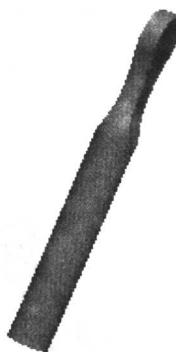

图 1.1.7
- (5) 完成特征截面后，单击工具栏中的完成图标 。
- (6) 在操控板中，选取双侧深度类型均为 。
- (7) 在操控板中，单击预览图标 ，可浏览所创建的切削特征。
- (8) 在操控板中，单击完成图标 ，则完成特征的创建。
Step5. 添加如图 1.1.7 所示的镜像复制特征，相关操作如下。